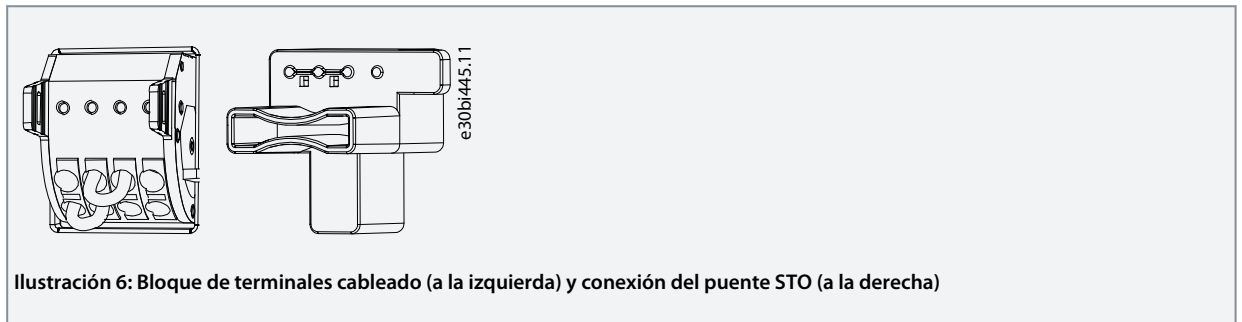

Ilustración 6: Bloque de terminales cableado (a la izquierda) y conexión del puente STO (a la derecha)
1. Si no se necesita la función de seguridad STO, conecte el bloque de terminales como se muestra en Ilustración 6, o utilice los puentes de STO incluidos en la bolsa de accesorios e instale estos en X31 y X32. Esto garantiza que ambas entradas de STO estén alimentadas con 24 V CC para permitir el funcionamiento normal.